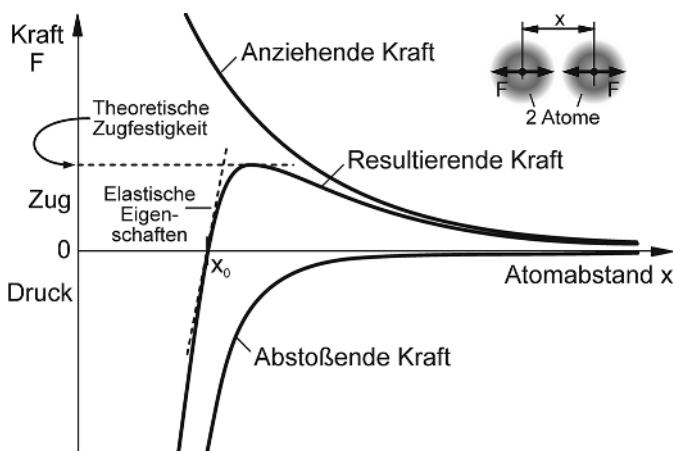

Abbildung 1.1: Bindungskräfte zwischen Atomen
Klar, dass man jetzt ein passendes Diagramm braucht, um das darzustellen. In Abbildung 1.1 sind die zwischen zwei Atomen wirkenden Kräfte F in Abhängigkeit vom Atomabstand x aufgetragen. Anziehende Kräfte sind positiv dargestellt, abstoßende negativ. Der Atomabstand x ist der Abstand zwischen den Mittelpunkten der zwei Atome, wie oben rechts im Bild eingezeichnet. Wenn Sie das Diagramm jetzt von rechts nach links lesen, erkennen Sie den beschriebenen Verlauf der abstoßenden Kraft.
Alles klar? Nein? Wundert mich nicht, das war nur eine kurze Aufzählung, um einen Eindruck zu bekommen. Sie brauchen das für die Werkstoffkunde auch nicht gar so genau zu wissen. Eines ist aber wichtig: Der Verlauf der anziehenden Kraft zwischen zwei Atomen verläuft deutlich »flacher« als der Verlauf der abstoßenden Kraft (siehe Abbildung 1.1).
Was fällt Ihnen am Verlauf der resultierenden Kraft in Abbildung 1.1 auf? Drei Erscheinungen sind bemerkenswert:
- ✓ In Abbildung 1.1 ist zusätzlich noch gestrichelt die Steigung der resultierenden Kraft an der Stelle x_0 eingezeichnet. Welche Bedeutung könnte diese Steigung in der Praxis haben? Sie kennzeichnet die *elastischen Eigenschaften* von Werkstoffen. Bei elastisch nachgiebigen Werkstoffen, wie Gummi, ist die Steigung flach, bei elastisch starren Werkstoffen, wie Stahl, ist sie steil.